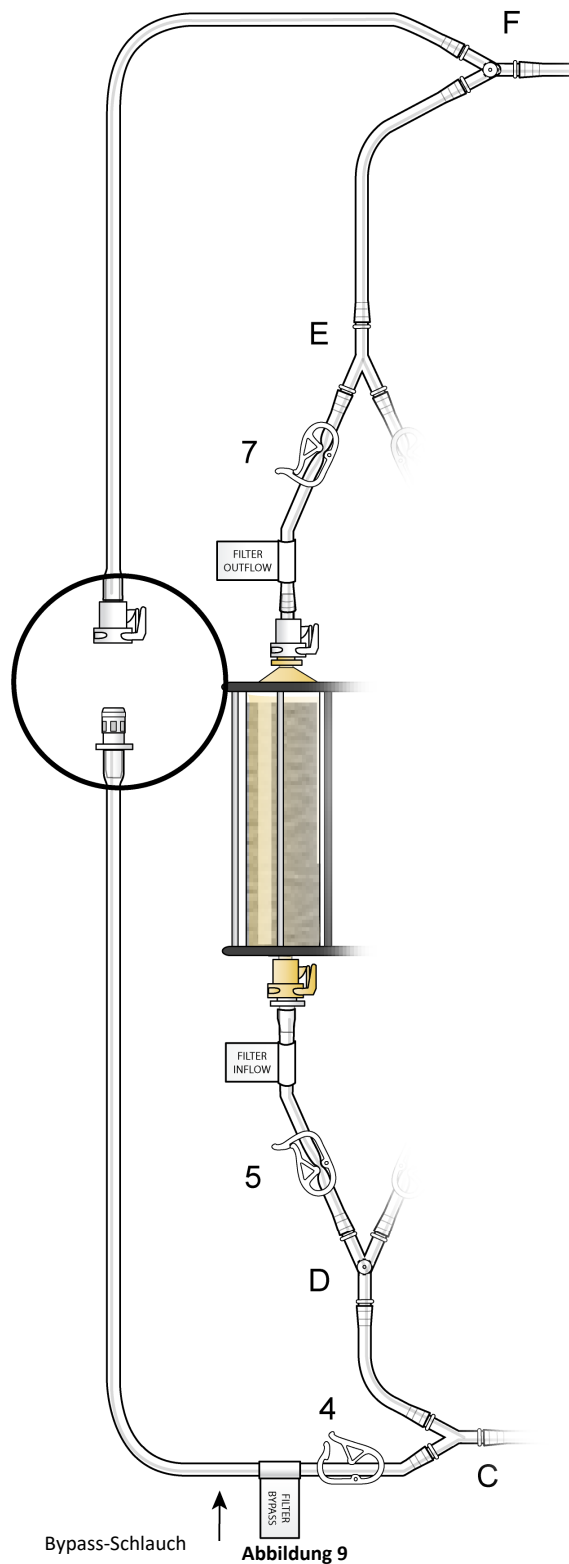

Abbildung 9
- (h) Verbinden Sie die beiden Enden des Bypass-Schlauchs durch Zusammendrücken der Schnellverbindungsstücke (drücken und klicken), siehe Abbildung 9.